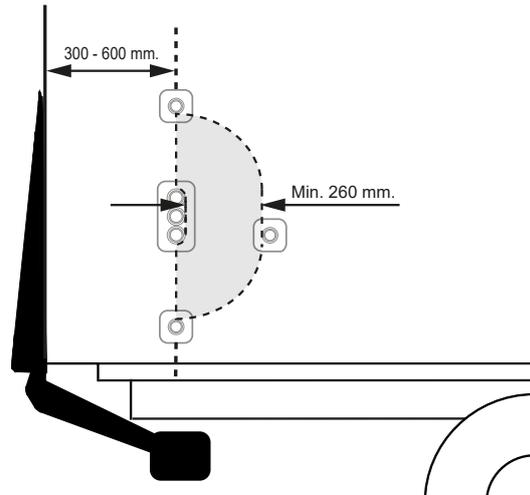

Imagen 46. Montaje del dispositivo de mando CD 1 a dos manos.
2. La distancia entre el borde trasero del vehículo y el centro de los dispositivos de mando debe ser 300-600 mm. Las distancias entre los dispositivos de mando deben ser de 260 mm como mínimo. Véase Imagen 46.